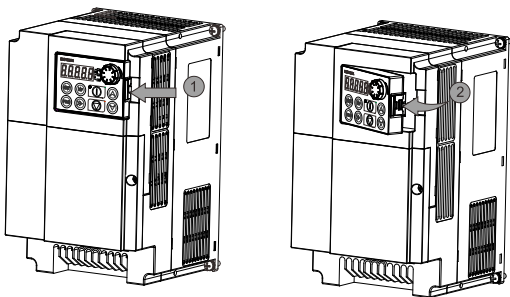

图 2-5 键盘的拆卸
A. 拆卸键盘，如下图 2-5：先由方向 ① 按压键盘弹性卡扣，然后方向 ② 抬起键盘。